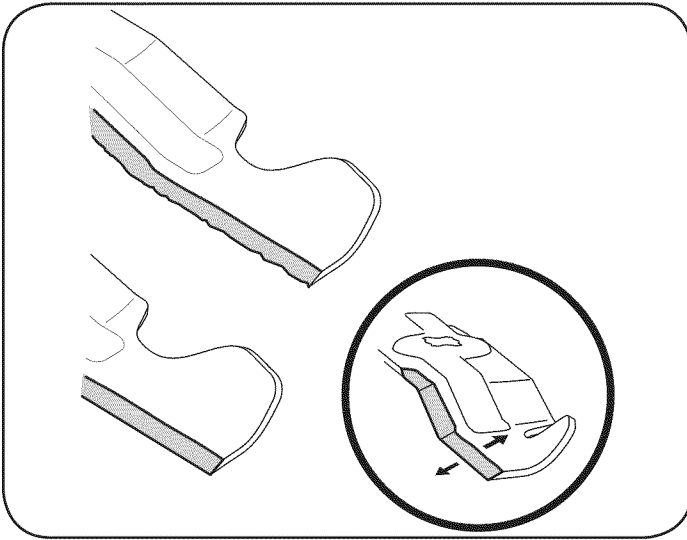

Figura 18
4. Para afilar las cuchillas de corte correctamente, extraiga cantidades iguales de metal de ambos extremos de las cuchillas a lo largo de los bordes cortantes, paralelo al borde de caída, a un ángulo de 25° a 30°. Afíle siempre cada borde de las cuchillas de corte de forma pareja para mantener un equilibrio adecuado entre las mismas. Vea la Figura 18.